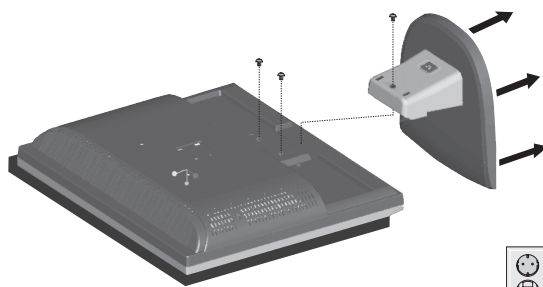

Рисунок R.2
3. Отверните 3 винта, крепящие монитор к подставке, и снимите подставку, как показано на рисунке (Рисунок R.2). Теперь монитор готов к установке другим способом.